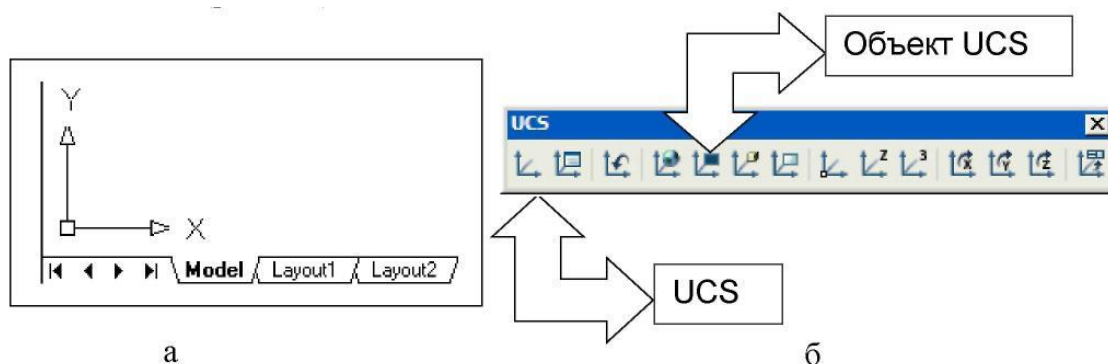

Рисунок 46– Системы координат
- **Положительное направление осей:** определяется стрелками на пиктограмме системы координат. Пиктограмма системы координат расположена в левом нижнем углу окна программы (см. рис. 46а).
Пользовательская система координат помогает упростить выполнение чертежей, таких как виды и разрезы, особенно в заданиях вроде «Разрезы простые» (см. рис. 46). Она позволяет гибко изменять ориентацию и положение осей в чертеже, что делает процесс построения точным и эффективным.
- Через инструментальную панель: кнопка  **UCS (ПСК)** (см. рис. 46 б).